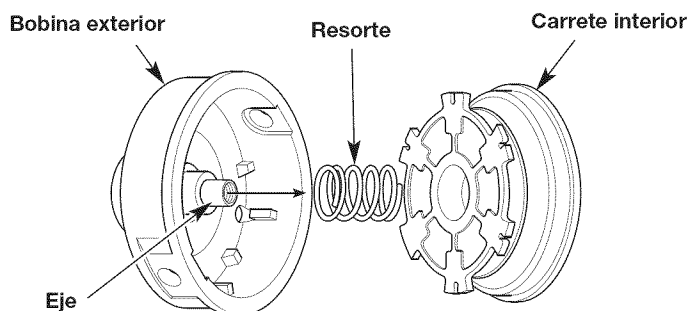

Fig. 11
3. Saque el carrete interior de la bobina exterior (Fig. 11).
4. Saque el resorte del carrete interior (Fig. 11).